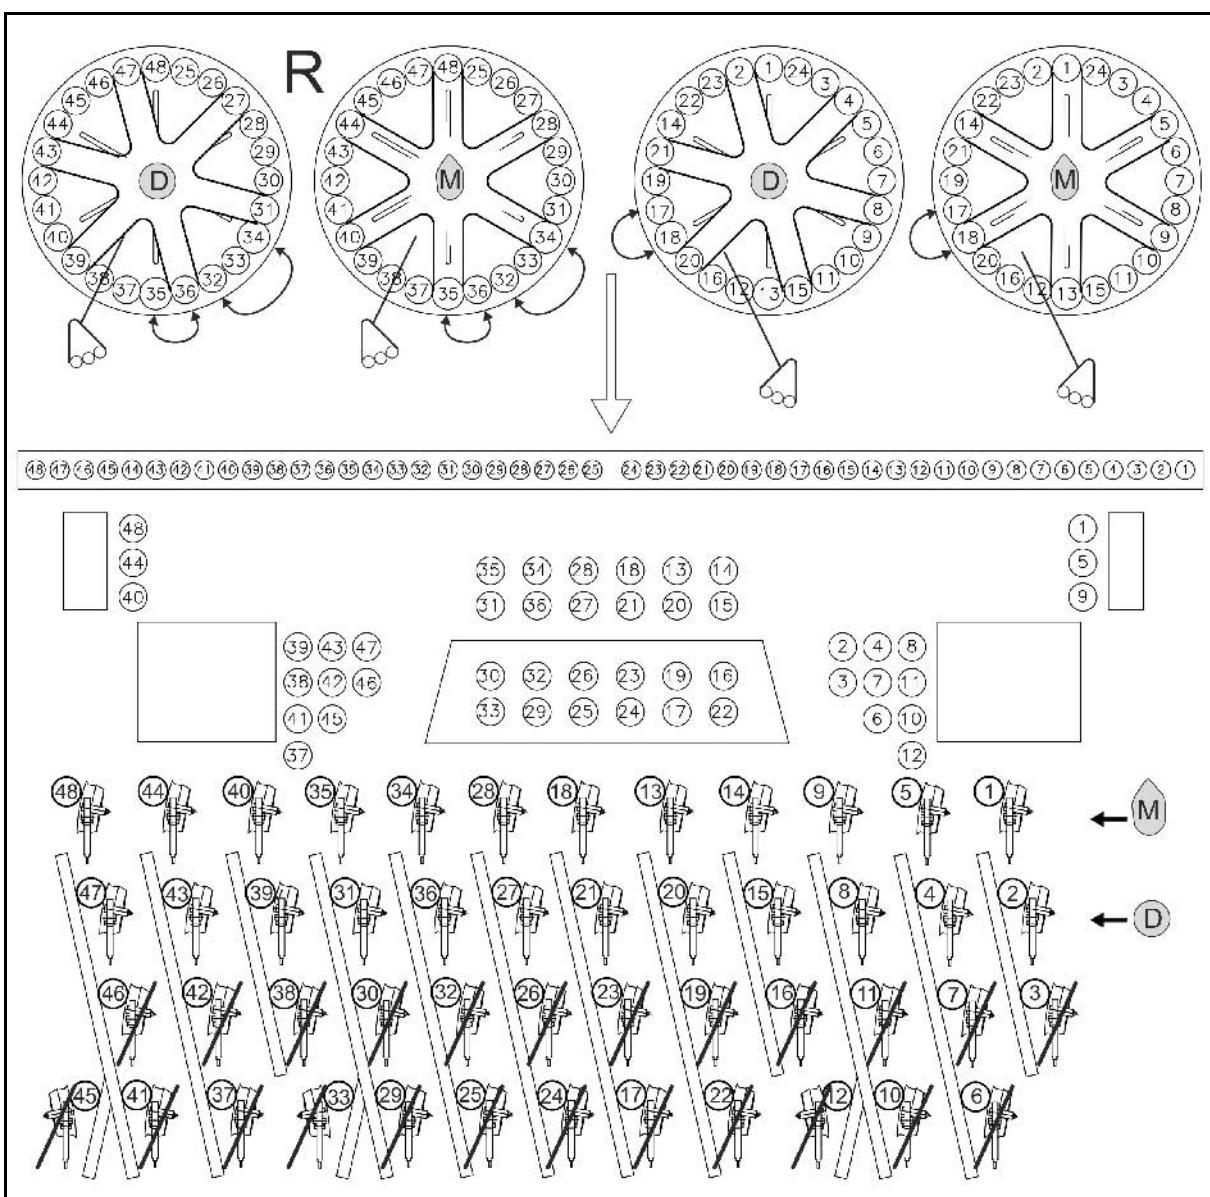

Рис. 35
- Кукуруза : установите заглушки согласно Рис. 35
- Удобрения : установите заслонки согласно Рис. 35